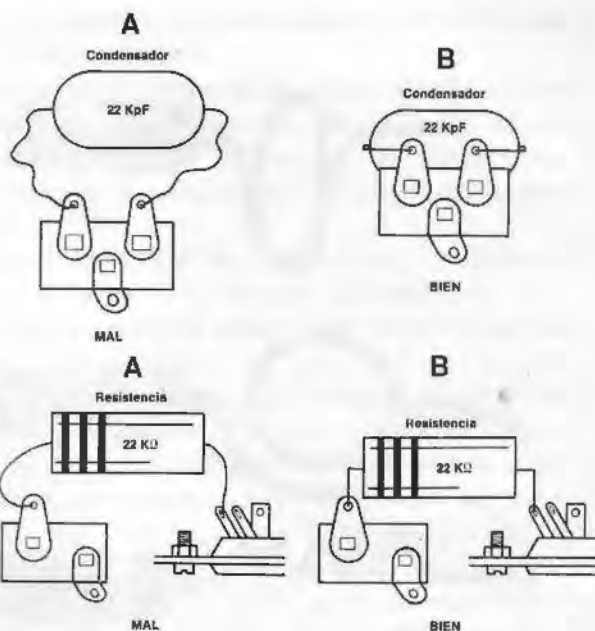

Figura 3
3. Los terminales de los componentes, permiten su conexión en el circuito. Ahora bien, la longitud inicial de estos terminales no obliga a que tenga que ser aprovechada en su totalidad, sino que sólo deberá hacerse uso de la que resulte imprescindible para llegar por el camino más corto a los puntos de unión, debiendo cortar el sobrante. (Figura 3).